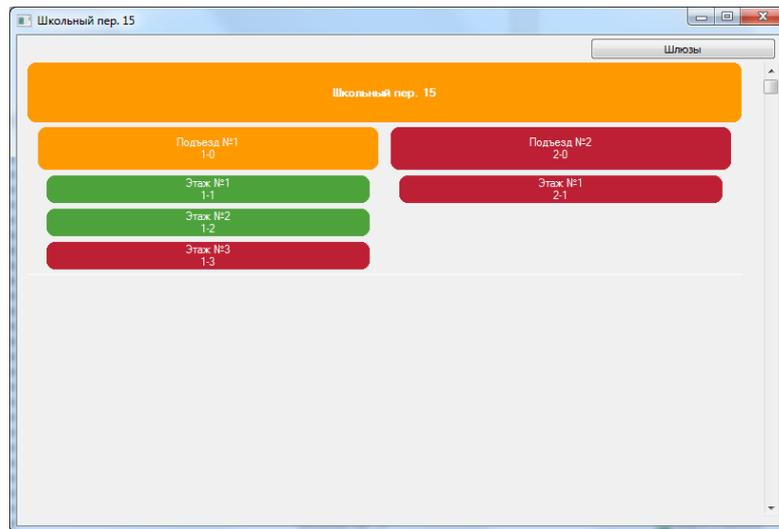

Рис.20 Вид объекта с отсутствующим оборудованием
5.1.17 Если к объекту будет подключено магистральное устройство – КМС, КМЭ или БВЭ, которое будет индцироваться бордовым цветом, это говорит о том, что на объекте данное оборудование отсутствует (рис.20).